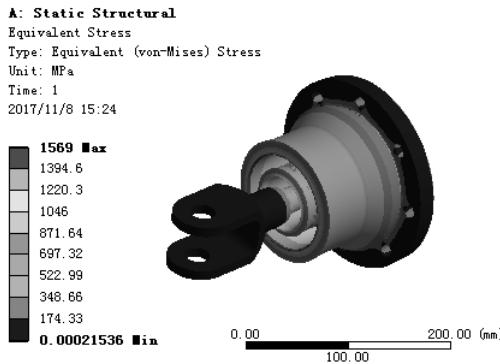

图 7.10.9 应力结果图解
(1) 求解分析。在顶部工具栏中单击 按钮求解分析。
(2) 查看应力结果图解。在“Outline”窗口中选中 ，查看图 7.10.9 所示的应力结果，其最小应力为 0.00021536 MPa，最大应力为 1569 MPa。